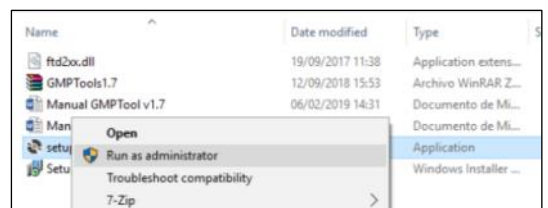

Abb. 2.4
- Nach dem Entpacken der Datei klicken Sie mit der rechten Maustaste auf das Symbol **Setup.exe** und wählen Sie **Als Administrator ausführen** (Abb. 2.4).